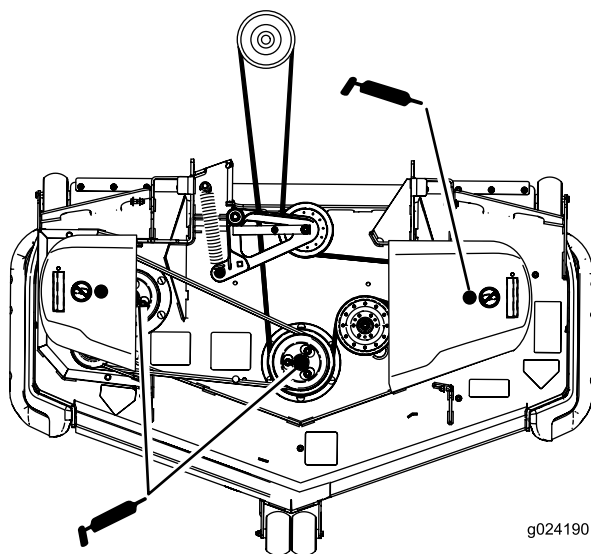

Figure 38
3. Graissez le pivot de la poulie de tension du tablier de coupe jusqu'à ce que la graisse ressorte par le bas (Figure 38).
4. Lubrifiez les roulements des trois axes jusqu'à ce que la graisse sorte par les joints inférieurs (Figure 38).
6. Graissez le bras de la poulie de tension de la courroie d'entraînement (Figure 38).